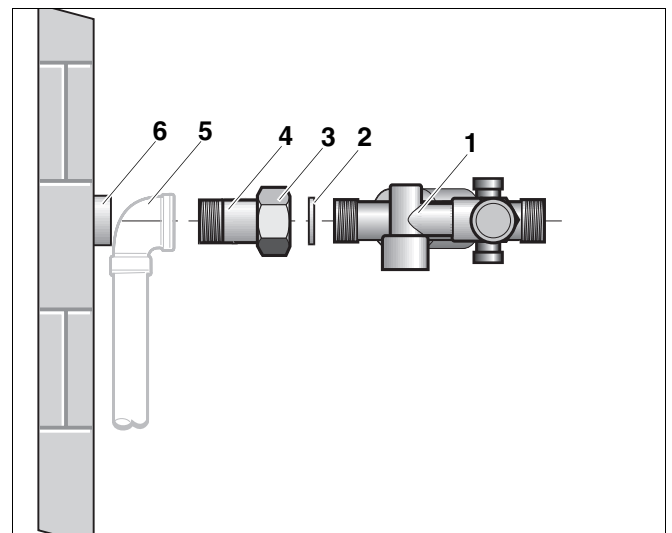
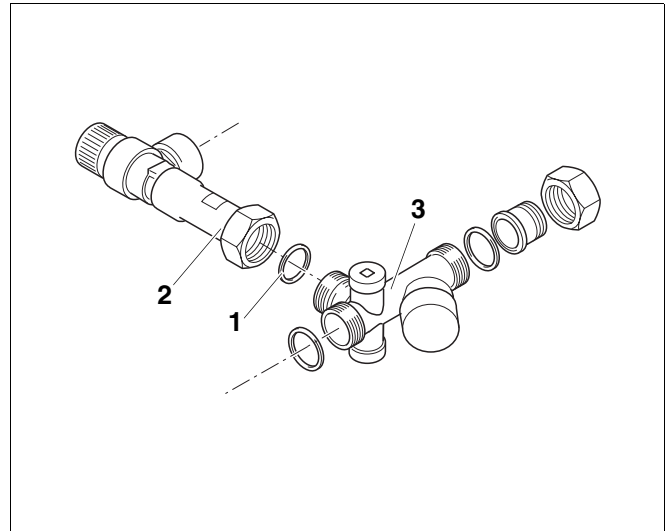

Abb. 11 Sicherheitsgruppe montieren
Abb. 12 Sicherheitsgruppe montieren
- Schraubnippel  $R\frac{1}{2} \times 37$  (Abb. 11, **Pos. 4**) mit Überwurfmutter (Abb. 11, **Pos. 3**) in den Kaltwasseranschluss (Abb. 11, **Pos. 5 oder 6**) eindichten.
- Sicherheitsgruppe (Abb. 11, **Pos. 1**) mit Dichtung (Abb. 11, **Pos. 2**) an den Schraubnippel (Abb. 12, **Pos. 4 + 3**) schrauben. Auf Dichtung und Fließrichtung achten!
- Sicherheitsventil mit seitlicher Verlängerung (Abb. 12, **Pos. 2**) und eingelegter Dichtung (Abb. 12, **Pos. 1**) an die Sicherheitsgruppe (Abb. 12, **Pos. 3**) schrauben.
Auf der Eingangsseite wird die Überwurfmutter (Abb. 11, **Pos. 3**, Seite 9) der Sicherheitsgruppe verwendet.